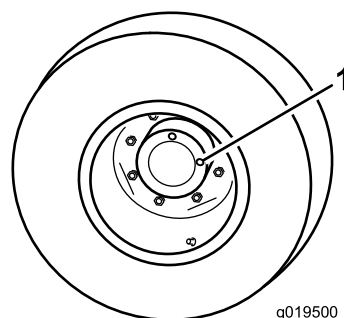

Figure 53
1. Amenez la machine sur une surface plane et horizontale, tournez la roue de sorte à placer un bouchon de contrôle à la position 12 heures et l'autre à la position 3 heures (Figure 53).
1. Bouchon de contrôle/vidange (2)
2. Retirez le bouchon qui est à la position 3 heures (Figure 53).